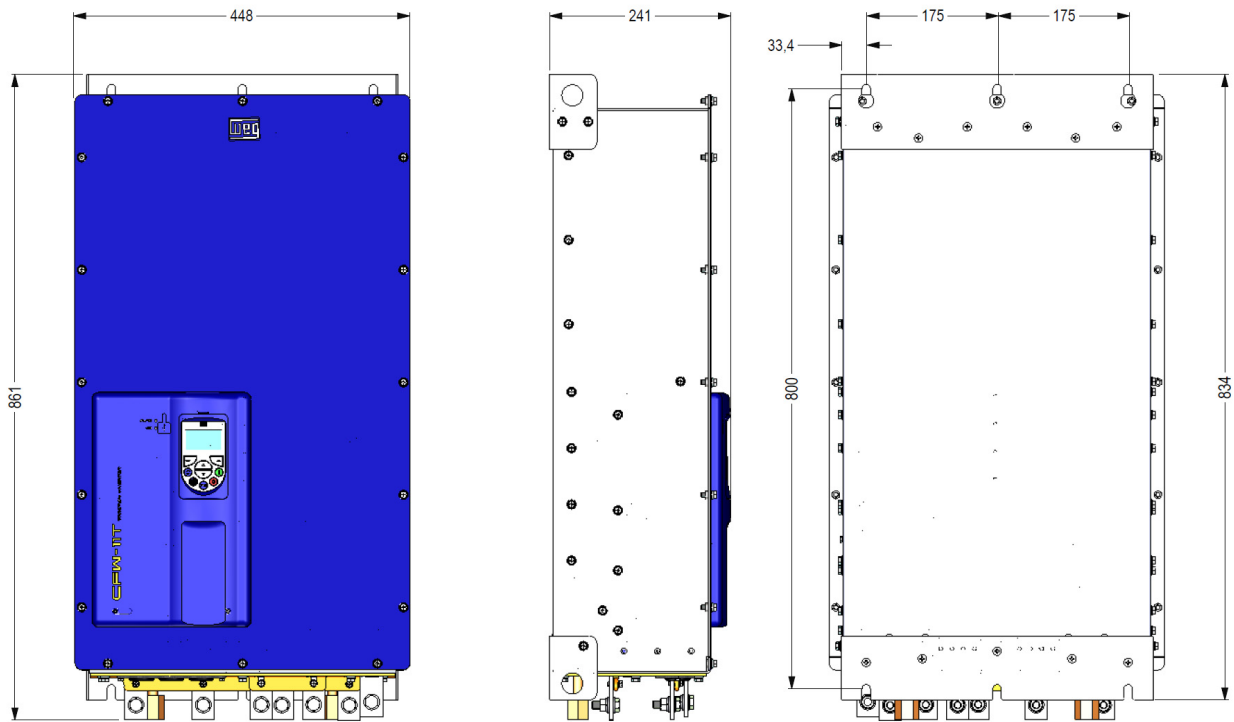

Figura 3.4: Dados para instalação mecânica [mm].
Dimensões externas e posição dos furos de fixação conforme a Figura 3.4. Para mais detalhes consultar o item 8.3.